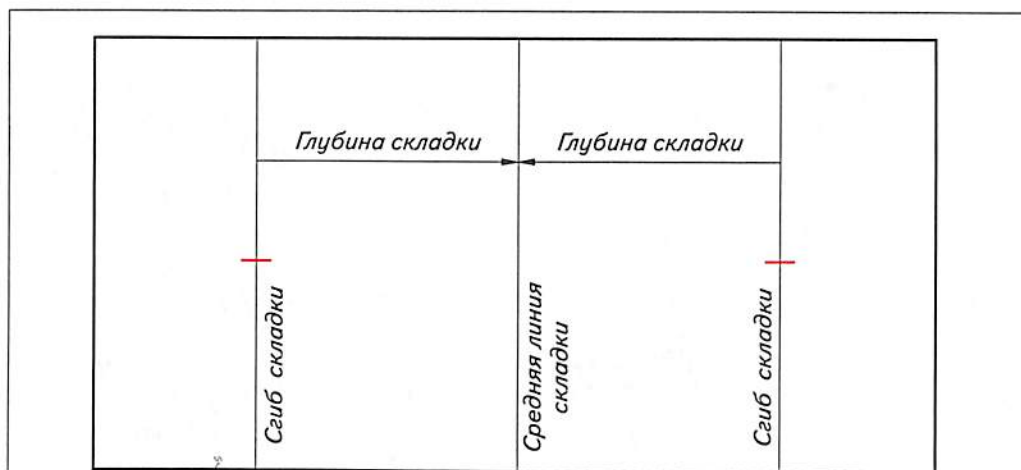
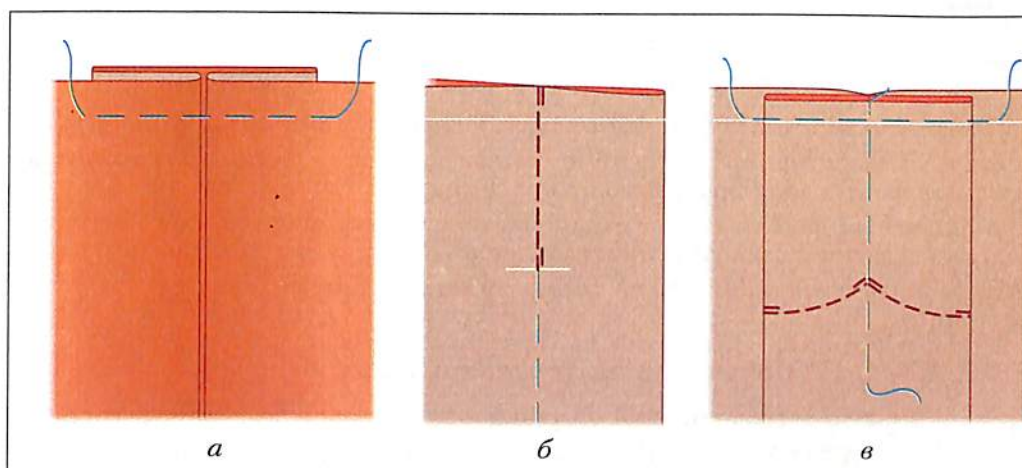

Рис. 64. Чертёж встречной складки
Рис. 65. Обработка встречной складки (а – в)
Встречная складка может быть мягкой и заутюженной. Для получения мягкой складки нужно сложить ткань в направлении стрелок (рис. 64) и приметать глубину складки к верхнему срезу детали (рис. 65, а).
2. Проложить машинную строчку от верхнего среза до поперечной метки, выполняя закрепки (рис. 65, б).
6. Глубину складки приметать к верхнему срезу детали (рис. 65, в).